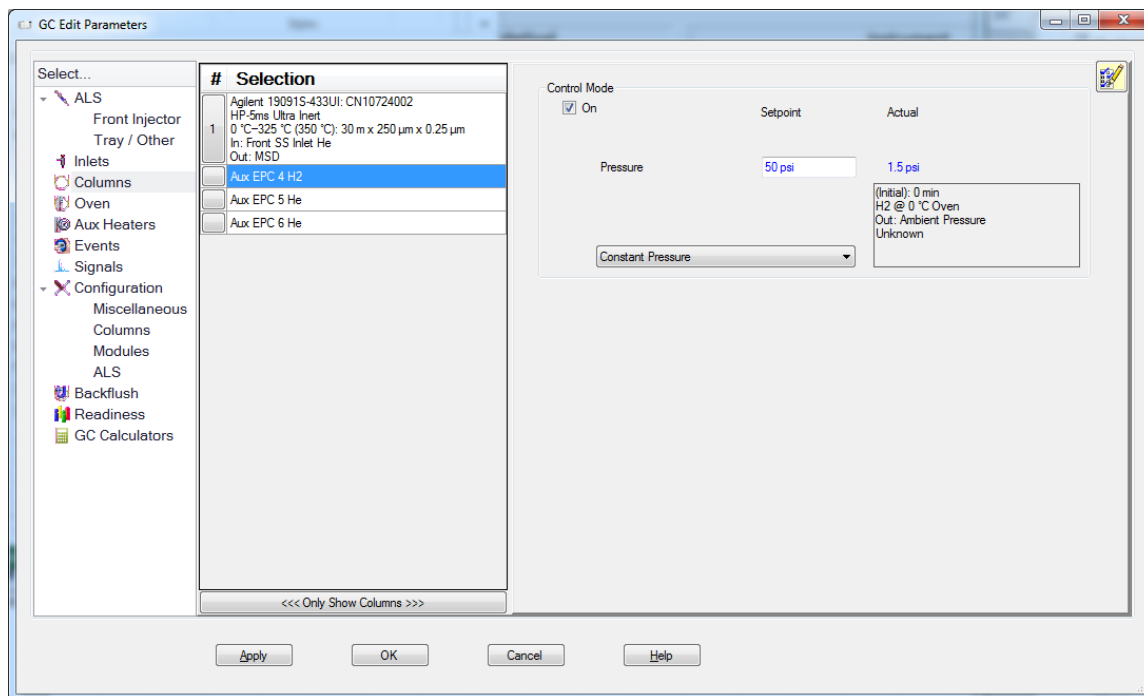

Figure 12 Réglage du flux du gaz à source d'ions autonettoyante
- 3 Dans la zone **Selection (Sélection)** à gauche, sélectionner **Aux EPC 4 H2**. Voir la section **Figure 12**. Activer la pression et régler à 345 kPa (50 psi) dans le mode **Constant Pressure (Pression constante)**.
- d Saisir trois (3) masses pour profiler trois ions. (Le choix des ions n'est pas important. L'objectif est d'utiliser la caractéristique de profil pour garder le filament dessus lors du premier nettoyage de source.)